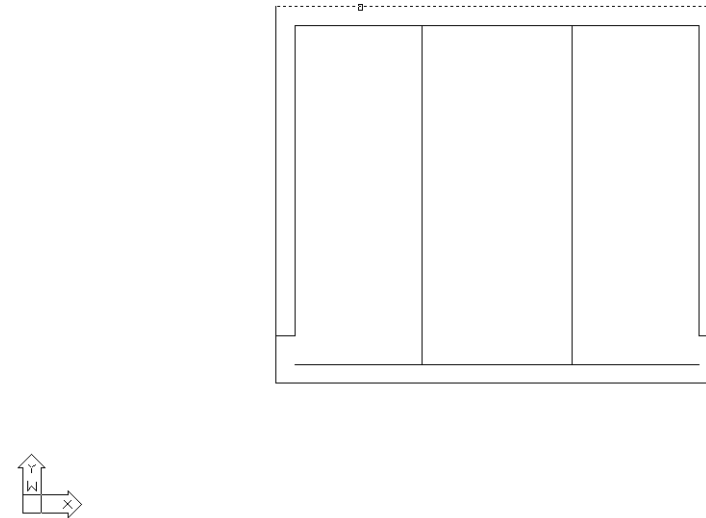

Рис. 2.18 ▼ Выбор верхней линии в качестве ограничивающего ребра
1. Запустите инструмент **Удлинить** (Extend), щелкнув на кнопке  **Удлинить** (Extend) панели **Изменить** (Modify) или выбрав из меню команду **Изменить** ⇒ **Удлинить** (Modify ⇒ Extend) либо введя в командном окне команду **Удлинить** (EXTEND) или просто **у** (EX). В командном окне AutoCAD предложит вам выбрать ограничивающие ребра.
2. Выберите самую верхнюю горизонтальную линию (рис. 2.18) и нажмите **Enter**.